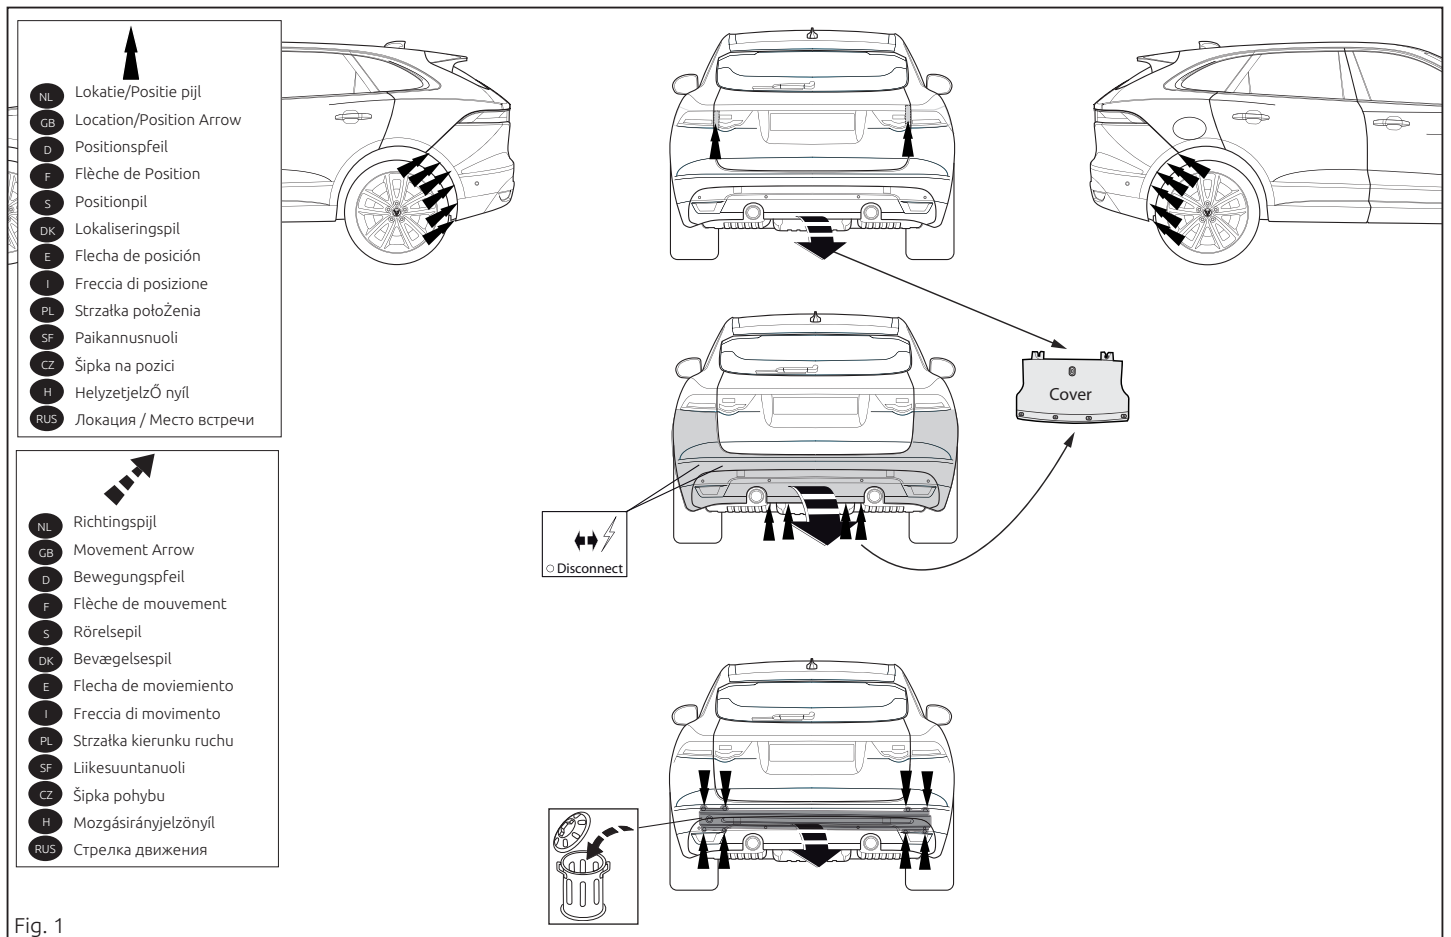

Fig. 1
- 2. Remove the bumper and the steel buffer beam from the vehicle. The buffer beam will no longer be needed. See figure 1.
2. ie Stoßstange einschließlich des stählernen Stoßbalkens vom Fahrzeug abmontieren. Der Stoßbalken wird nicht mehr benötigt. Siehe Abbildung 1.
2. Снять бампер вместе со стальным брызговым щитом. См. рисунок 1.
2. Demonter kofangeren, inklusive køretøjets stålstødbjælke. Stålstødbjælken skal ikke længere anvendes. Se fig. 1.